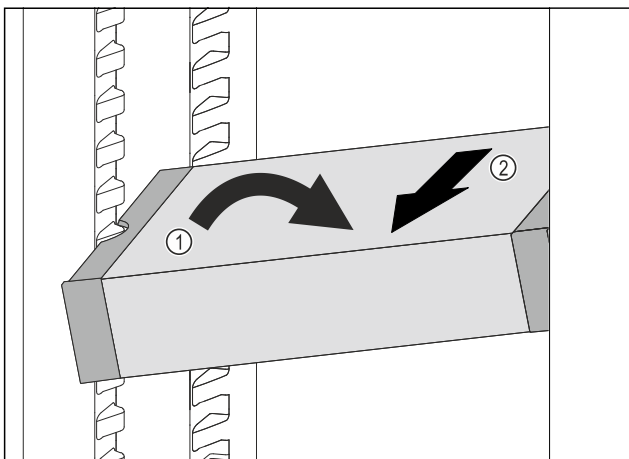

Fig. 201
- ▶ Расположите VarioSafe в холодильном отделении под наклоном. Fig. 201 (1)
- ▶ Извлеките VarioSafe движением вперед. Fig. 201 (2)